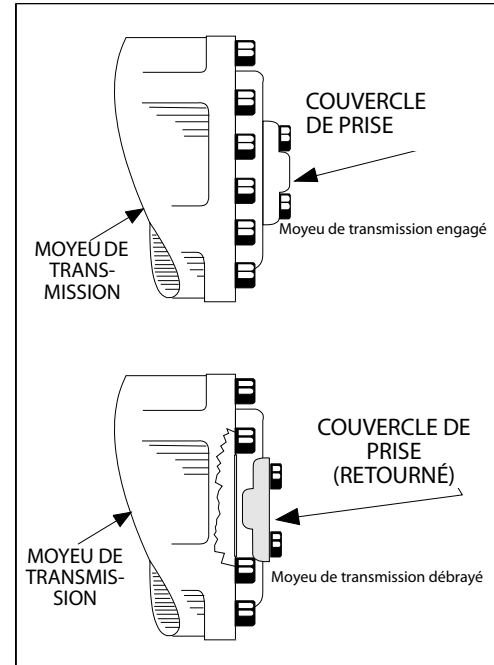

Figure 4-6. Moyeu de transmission engagé/débrayé
3. Débrayer les moyeux de transmission en retournant le couvercle de prise. Voir Figure 4-6., Moyeu de transmission engagé/débrayé.